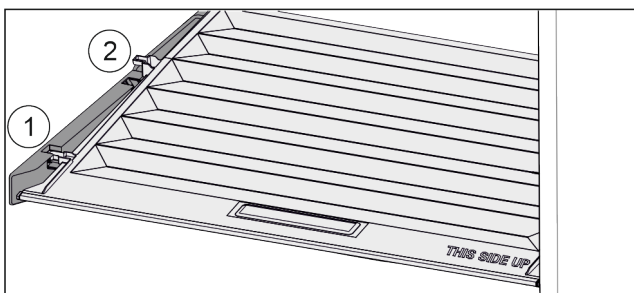

Fig. 41
- ▶ Vytáhněte víko dopředu až k otvoru v přídržných dílech Fig. 41 (1).
- ▶ Vzadu zespodu nadzvedněte a vyjměte směrem nahoru Fig. 41 (2).